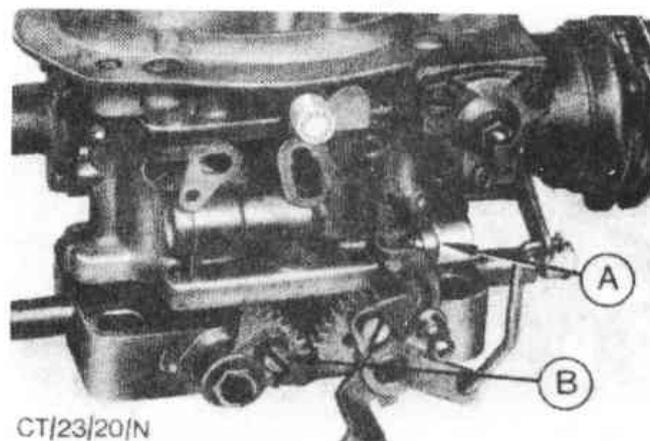

Рис.3.91. Синхронизация дроссельных заслонок (Разд.34)
18. Чтобы синхронизировать дроссельные заслонки, выверните регулировочный винт исходных оборотов холостого хода, пока он не выйдет из механизма дроссельной заслонки. Ослабьте регулировочный винт синхронизации (Рис.3.91). Удерживая воздушные заслонки в открытом положении, закройте обе дроссельные заслонки. Нажмите на обе заслонки, чтобы убедиться, что они полностью закрыты, и затяните регулировочный винт синхронизации. Обратите внимание на то, что регулировочный винт синхронизации имеет левую резьбу.